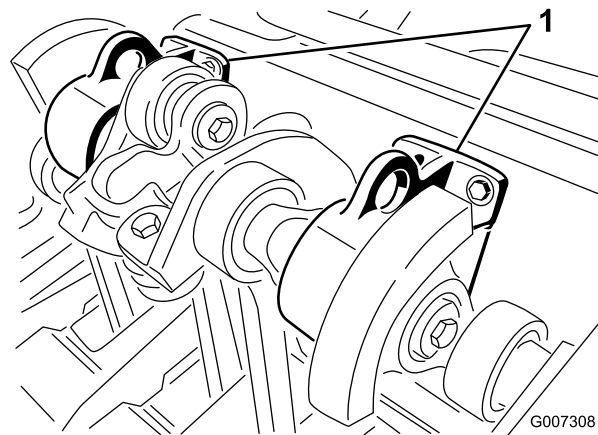

図 26
**注** ホイストがある場合には、プロコアエアレータの後部をホイストで吊り上げてください。その場合、コアリングヘッドのベアリングハウジングについているアイを吊上げポイントとして利用します 図 26。